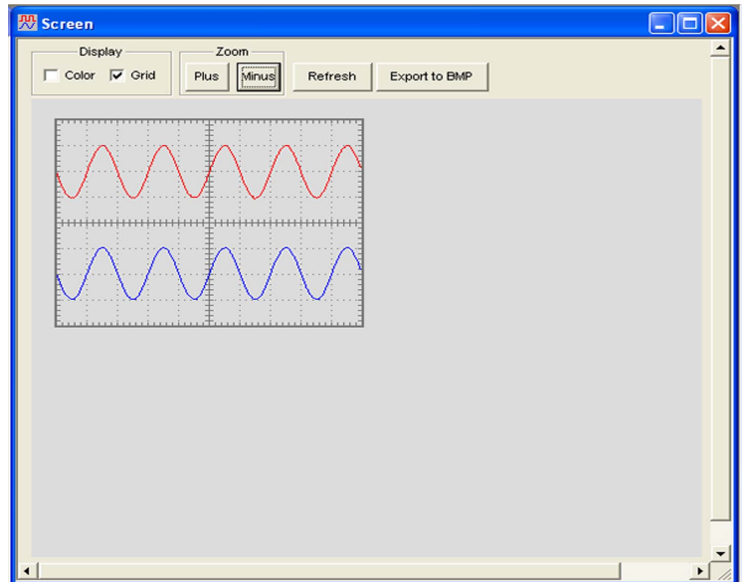

図 16 波形表示をズーム・アウトし、Color と Grid はチェックを外された画面捕捉ウインドー。
- 6 図 16 は **Grid** を示します。そして、**Color** チェック・ボックスはチェックを外され、画面表示は **Minus** にセットします。